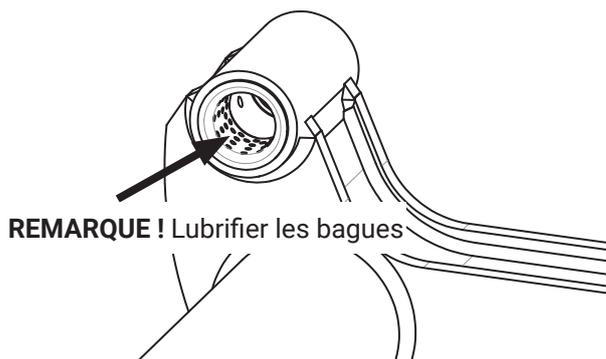

Figure 33. S'assurer de lubrifier d'abord les bagues métalliques
2. Lubrifier les bagues métalliques du palier supérieur du bras, les petits trous du côté intérieur de la bague doivent être remplis de graisse. Voir Figure 33.